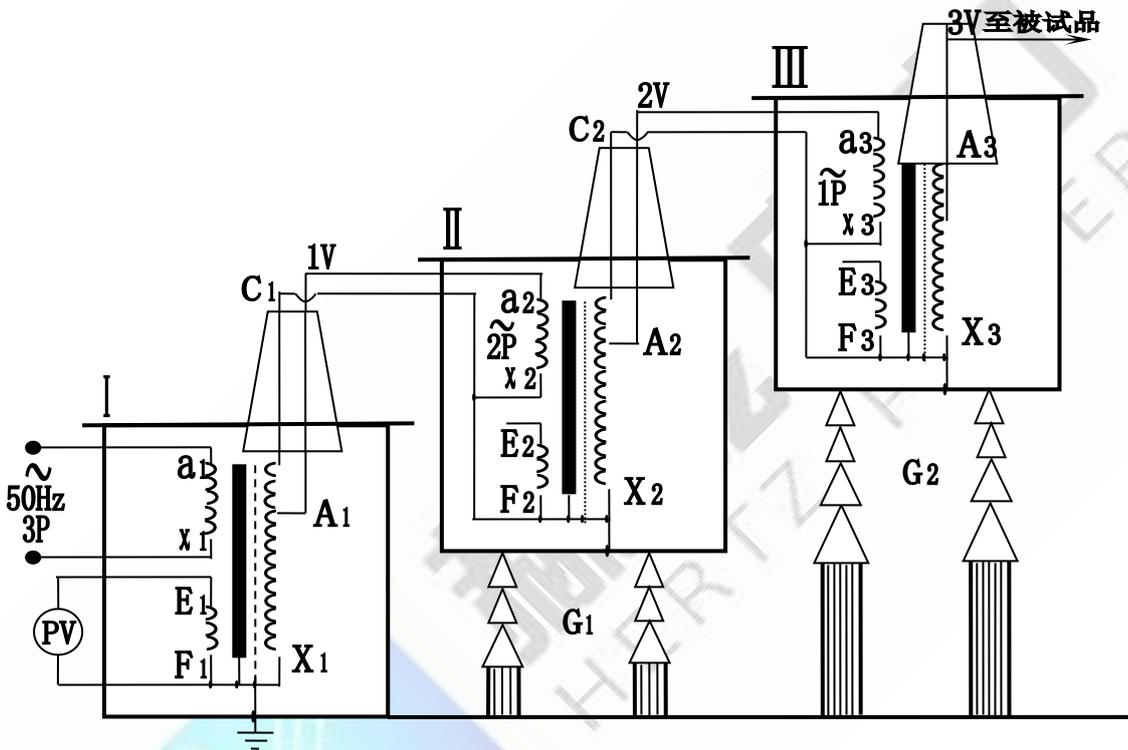

图 5：三台工频耐压试验装置串级接线原理图
3、三台工频耐压试验装置串级获得更高电压的接线原理见图 5。串级工频耐压试验装置有很大的优越性，因为整个试验装置由几台单台工频耐压试验装置组成，单台工频耐压试验装置容量小、电压低、重量轻，便于运输和安装。它既然可串接成高出几倍的单台工频耐压试验装置输出电压组合使用，又可分开成几套单台工频耐压试验装置单独使用。整套装置投资小，经济实惠。图 5